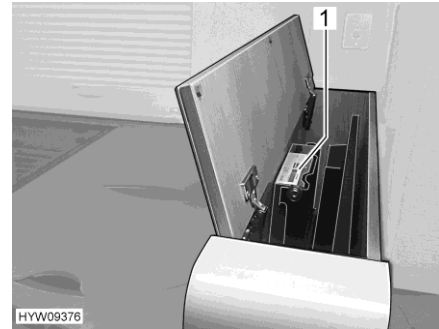

Fig. 100 Pantalla plana (retraída)
- Pantalla plana retráctil en forma manual: presionar el mecanismo de elevación (Fig. 100,1) ligeramente hacia abajo para descargar el resorte. La pantalla plana se desplazará hacia arriba de modo autónomo.